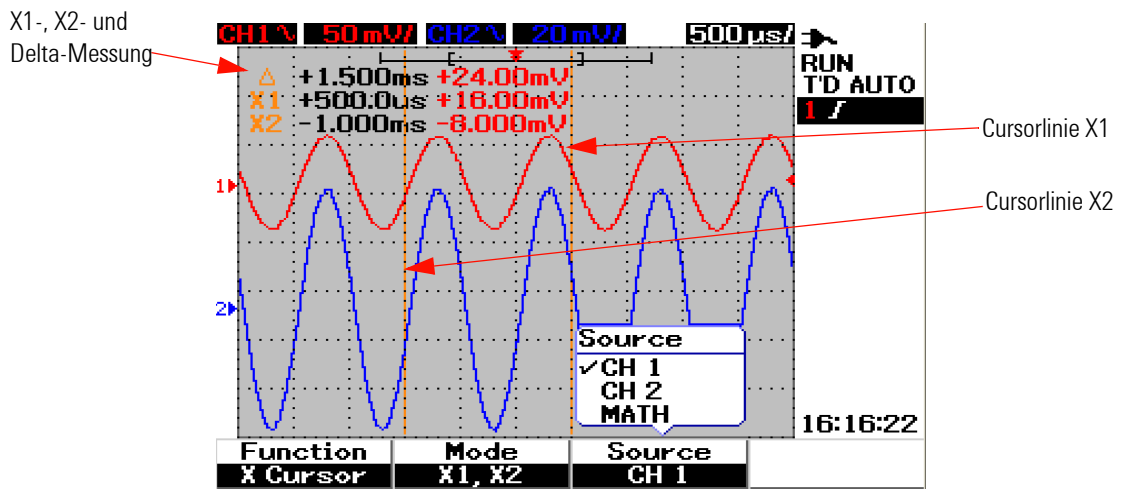

Abbildung 3-31 X-Cursormessung für das Signal von Kanal 1 mit den Cursorlinien X1 und X2
- 4 In Abbildung 3-31 sind zwei Cursorlinien, X1- und X2-Modus, für die Messung des Signals auf Kanal 1 ausgewählt.